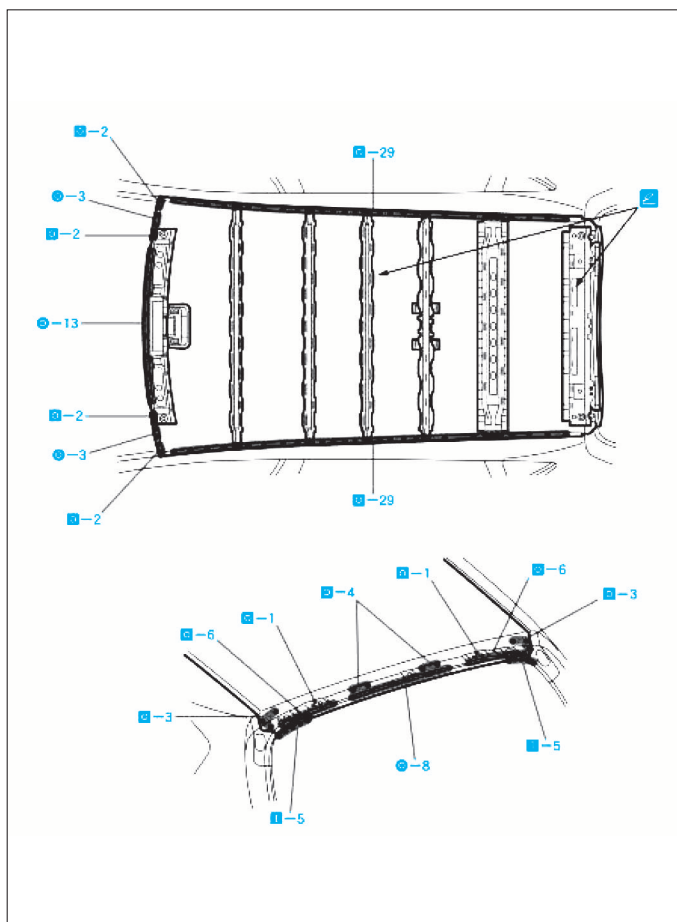

FIG. 42
- Après la soudure (Fig.42), appliquer de la mousse en polyuréthane sur les pièces correspondantes.